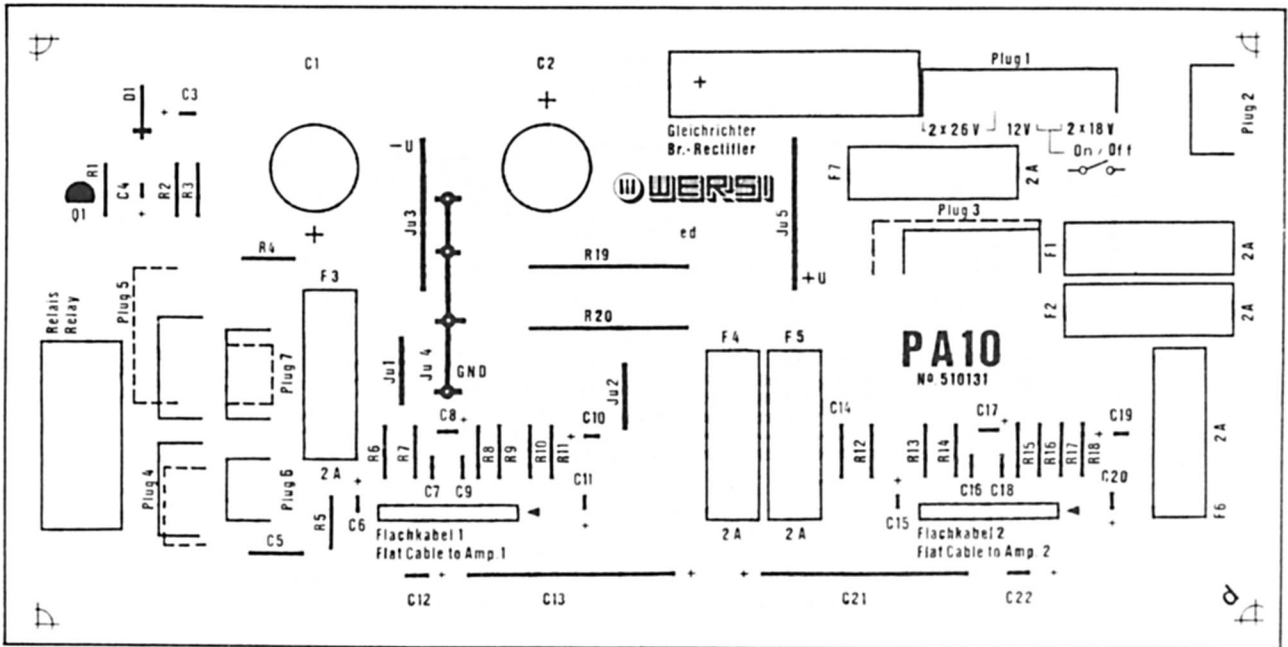

Abb. 12: Positionsdruck und Leiterbahnen PA 10
- 2) Bei einem Teil der Platinen PA 10 ist im Positionsdruck Ju 4 die dritte Lötstiftmarkierung verschoben aufgedruckt; der Lötstift ist in die gebohrte Position einzulöten (richtige Lage der Lötstifte siehe Abb. 12).